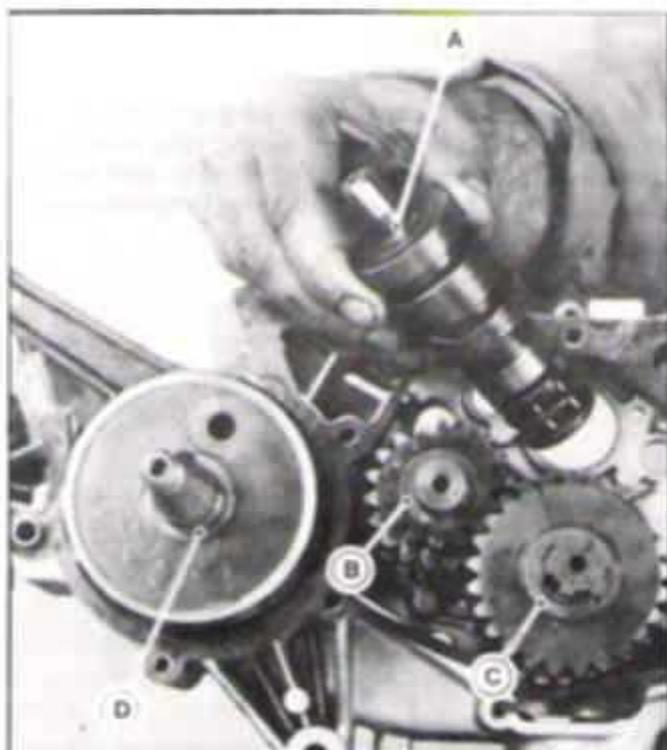

FIG. M27 - A. EIXO TRAMBULADOR
9. Retirar o eixo trambulador. Figura M27.